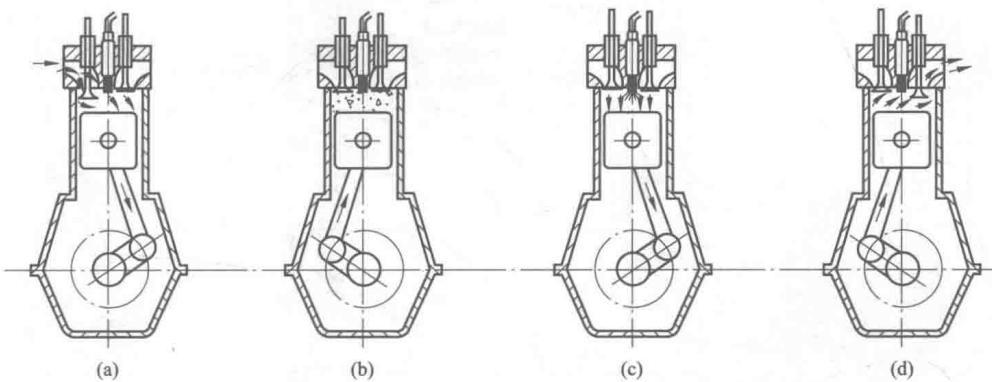

图 1-10 四冲程柴油发动机工作原理示意图
(1) 四冲程柴油发动机简单工作原理。四冲程柴油发动机工作原理如图 1-10
1) 进气冲程。进气冲程如图 1-10 (a) 所示。此时进气门开启, 排气门关闭。在外力(起动机带动)作用下使曲轴转动, 带动活塞从上止点向下止点移动, 活塞上方容积增大, 气缸内压力下降, 经过滤清后的空气通过进气道吸人气缸。活塞移动到下止点后, 进气门关闭, 进气行程结束。
2) 压缩冲程。压缩冲程如图 1-10 (b) 所示。此时进、排气门均关闭, 曲轴继续旋转, 活塞由下止点向上止点运动, 空气被压缩到燃烧室内。活塞到达上止点时, 压缩行程结束。
3) 做功冲程。做功冲程如图 1-10 (c) 所示。当压缩冲程接近终了, 活塞到达上止点前, 柴油经喷油泵将油压提高到 9800kPa 以上。通过喷油器喷入燃烧室, 在高温高压的空气作用下迅速形成可燃混合气自行发火燃烧, 气缸内的气体压力和温度急骤上升, 推动活塞向下运动。随着活塞向下运动, 活塞上方容积增大, 气体压力和温度也随之降低。活塞行至下止点时做功冲程结束。
4) 排气冲程。排气冲程如图 1-10 (d) 所示。在做功冲程接近终了时, 排气门开启, 靠燃烧后的废气压力进行自由排气。活塞由下止点向上止点运动, 继续将废气强制排到大气中去, 活塞到达上止点, 排气门关闭, 排气冲程结束。